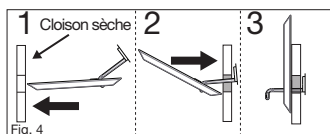

Fig. 4
- Une fois la barre complètement insérée dans le mur, tirez la collerette vers l'extérieur/l'arrière et assurez-vous que la barre se redresse puis se stabilise à la verticale derrière le mur. La barre doit s'appuyer à l'arrière du mur en pointant vers le haut, sa partie la plus longue au sommet. **(Fig. 4)**